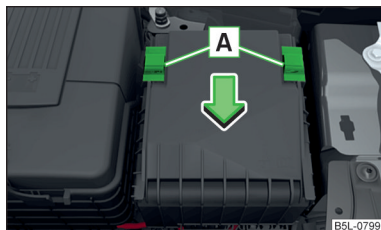

Fig. 195
- Desplace el circlip **A** » fig. 195 en la dirección de la flecha. Detrás de los estribos aparecerá el símbolo **!**.